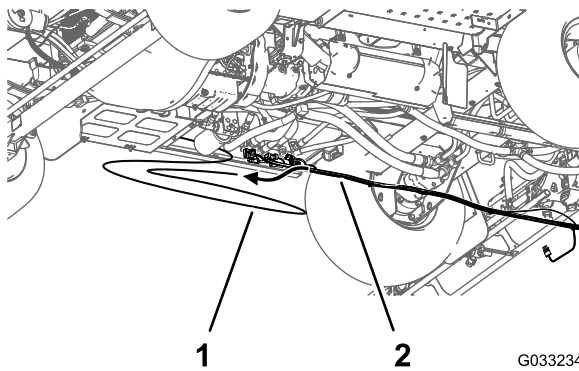

Bild 29
- 8. Ziehen Sie den Druckmessschlauch für das Messgerät am Armaturenbrett aus dem hinteren Maschinenkabelbaum (Bild 29).